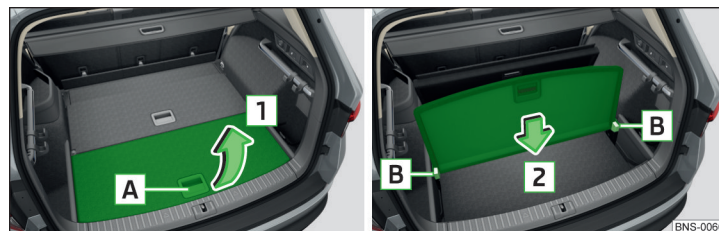

Fig. 158 Division du coffre à bagages
► Pour **diviser** le coffre, soulevez la plaque arrière du sol de chargement variable par la poignée **A** dans le sens de la flèche **1** et insérez-la dans les rainures derrière les goujons de guidage **B** dans le sens de la flèche **2** » fig. 158.